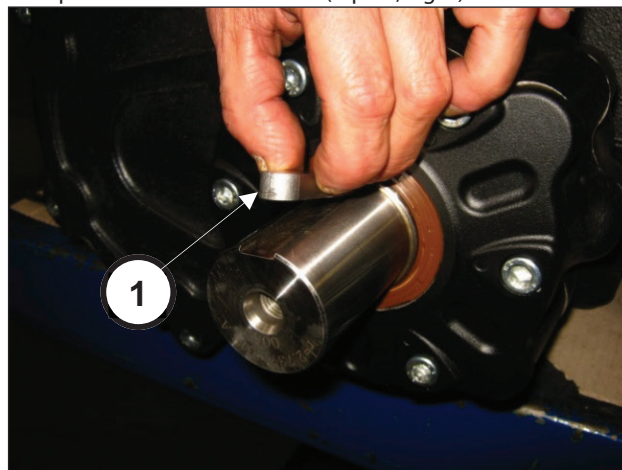

Fig. 2
Laisser l'huile s'écouler de la pompe jusqu'à la dernière goutte et déposer la clavette de l'arbre (rep. ①, Fig. 2).